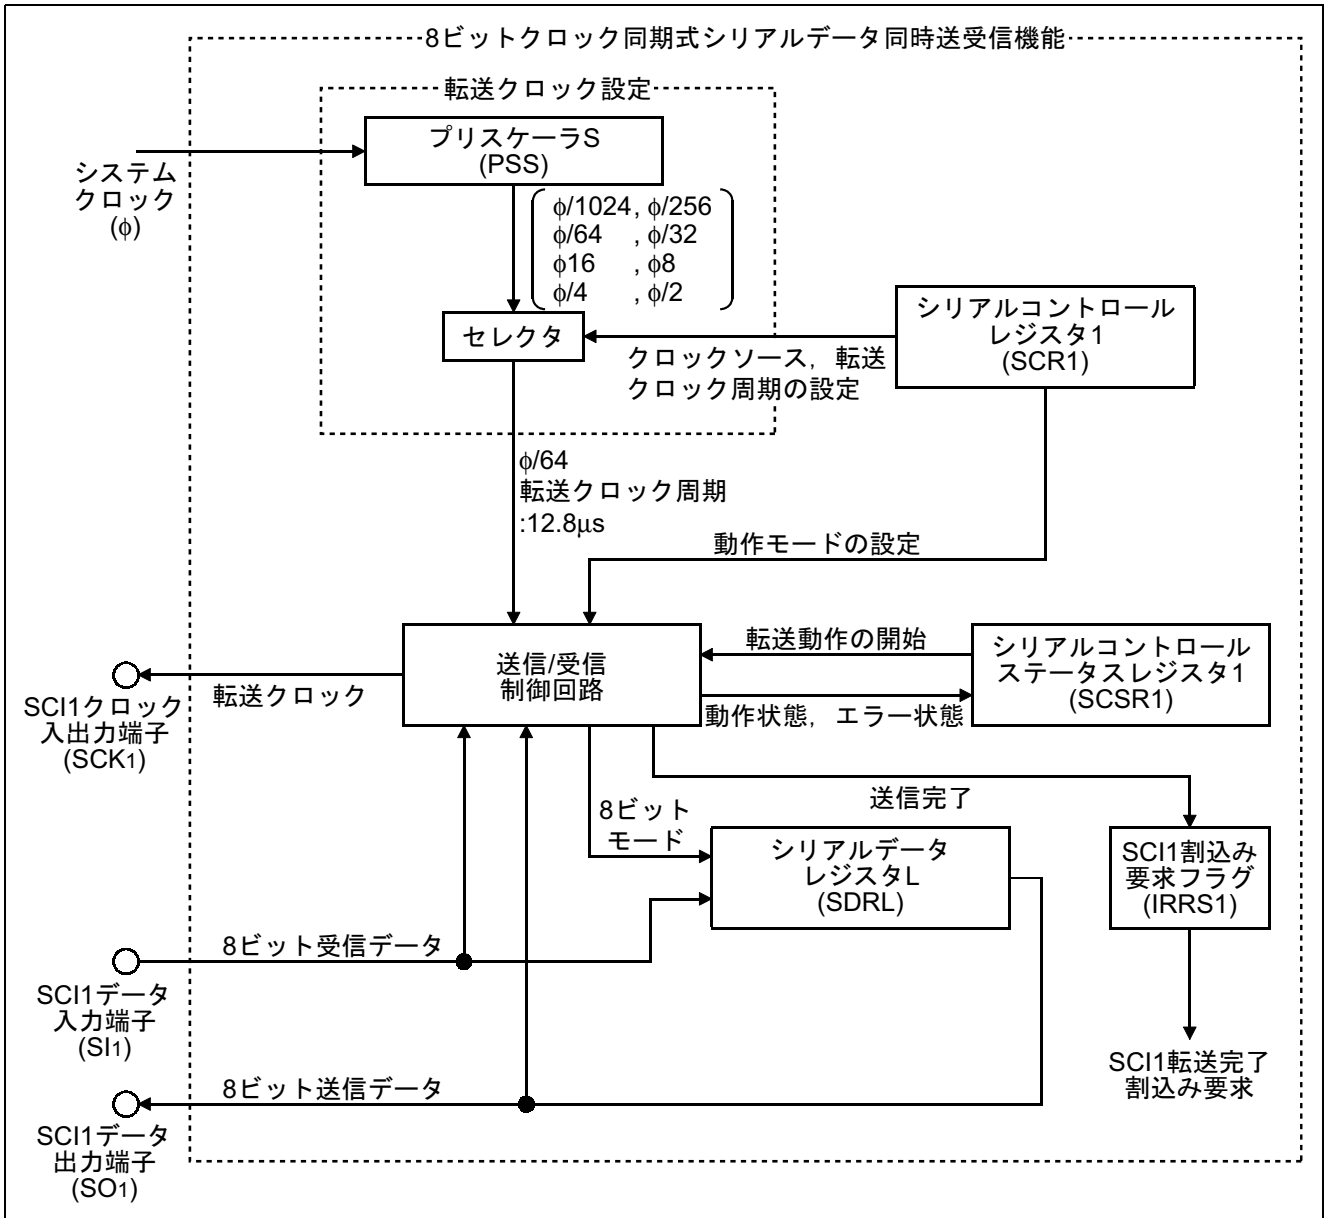

図2 クロック同期式シリアルデータ同時送受信機能のブロック図
- (1) 本タスク例では、シリアルコミュニケーションインタフェース(SCI: Serial Communication Interface)を使用して、クロック同期式のシリアルデータの送受信同時動作を行ないません。図 2 にクロック同期式シリアルデータ同時送受信動作のブロック図を示します。以下にクロック同期式シリアルデータ同時送受信動作のブロック図について説明します。